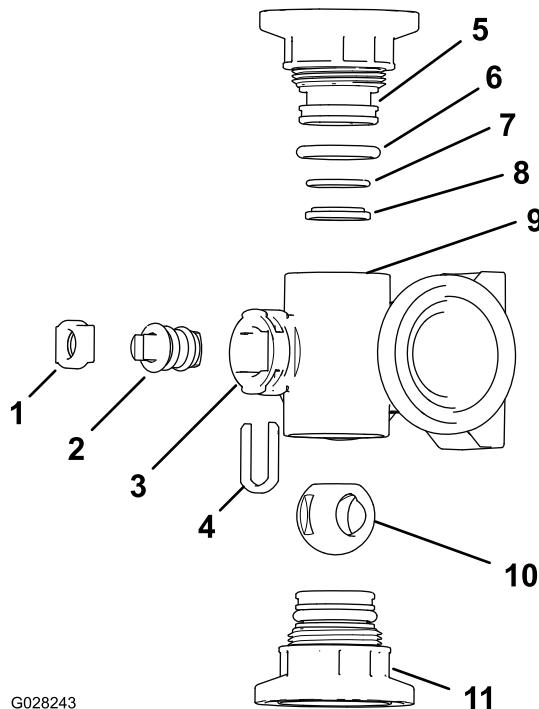
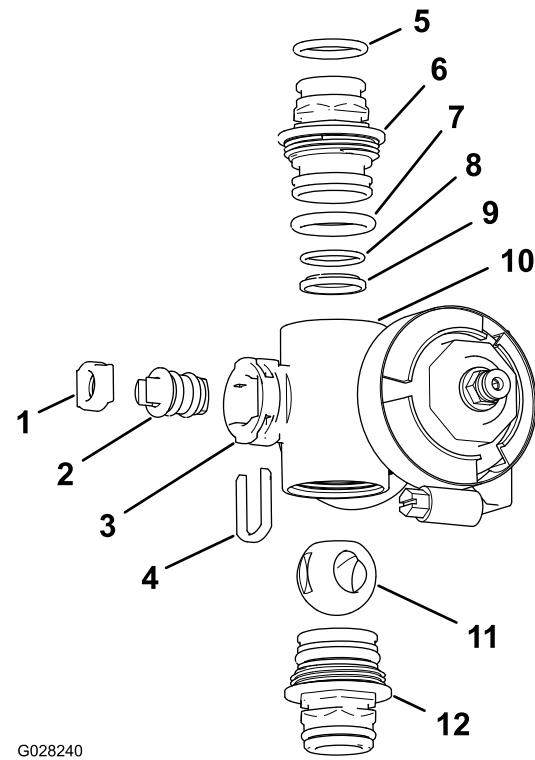

Figure 72
Figure 73
2. Déposez les 2 raccords d'embout à chaque extrémité du collecteur (Figure 72 et Figure 73).
4. Retirez l'étrier de fixation de tige situé dans les fentes de l'orifice de tige du collecteur (Figure 72 et Figure 73).
5. Déposez l'étrier de fixation et le siège de la tige du collecteur (Figure 72 et Figure 73).
6. En passant par le corps du collecteur, déposez la tige de valve (Figure 72 et Figure 73).
1. Vérifiez l'état et l'usure des joints toriques de raccord de sortie (collecteur de vanne de section seulement), joints toriques d'embout, joints toriques de portée arrière, siège de bille (Figure 72 et Figure 73).
2. Appliquez de la graisse sur la tige et insérez cette dernière dans son siège (Figure 72 et Figure 73).
3. Placez la tige et le siège de valve dans le collecteur et fixez-les à l'aide du dispositif de retenue (Figure 72 et Figure 73).
4. Vérifiez que le joint torique de portée arrière et le siège de bille sont alignés et bien engagés dans le raccord d'embout (Figure 72 et Figure 73).
5. Montez le raccord d'embout sur le corps du collecteur jusqu'à ce que la bride du raccord touche le corps (Figure 72 et Figure 73), puis tournez le raccord d'embout de 1/8 à 1/4 de tour supplémentaire. Serrez le raccord à un couple de 225 à 282 N·cm.